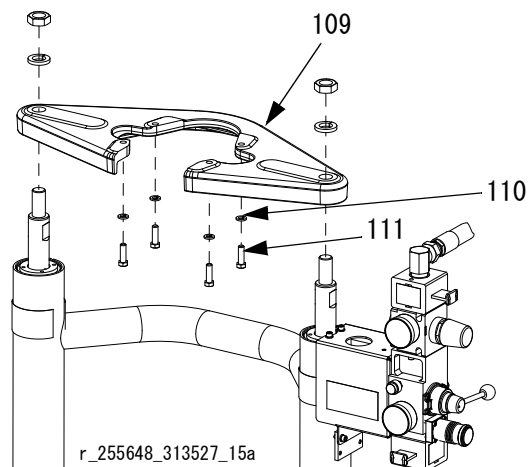

図 27 : ラム付き NXT の場合 (D60)
- b. 小さいプラテン付きの NXT の場合：モーターが取り外されていた場合、取り付けブラケット（109）にセットされているネジ（111）およびワッシャ（110）を締め付けます。図 27（27 ページ）を参照してください。
1. 信頼できるホイストを使用し、ネジ（111）およびワッシャ（110）を使用してモーターを取り付け板（109）に取り付けます。図 27（27 ページ）を参照してください。